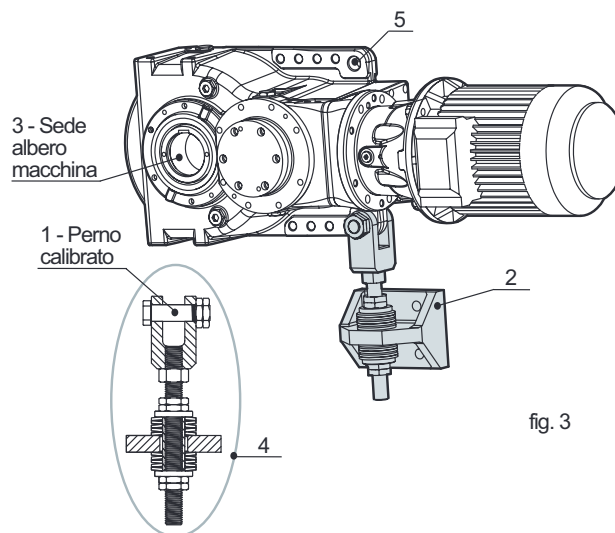

fig. 3
Ancorare il tirante di reazione alla struttura della macchina (pos. 2) e serrare con viti di fissaggio (classe minima raccomandata 8.8) applicando una coppia di serraggio come da tabella "coppie di serraggio" paragrafo 9.1 (vedi fig. 3).